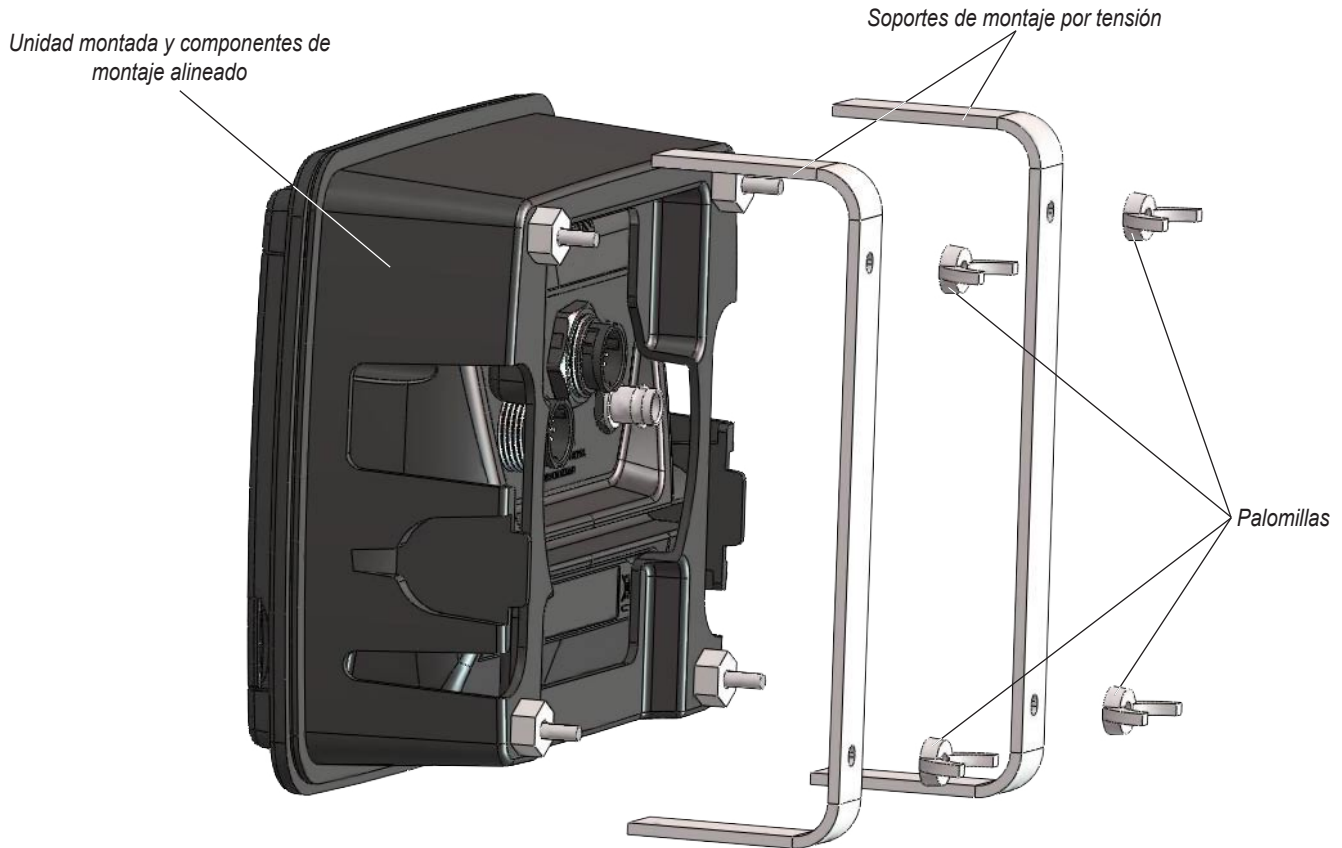

Ilustración 2
3. Instale la unidad en la abertura (consulte la ilustración 2):